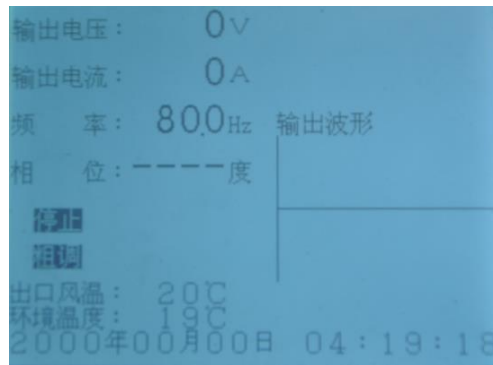

图 24 HMCXZW 变频电源装置停止后显示
7.4.5 在按动“停止”按钮后，变频电源装置先跳开回路开关，切断高压回路电源。5 秒钟后，停止风扇电源。在此过程中，变频电源装置内部储存的电荷得到释放见图 24。